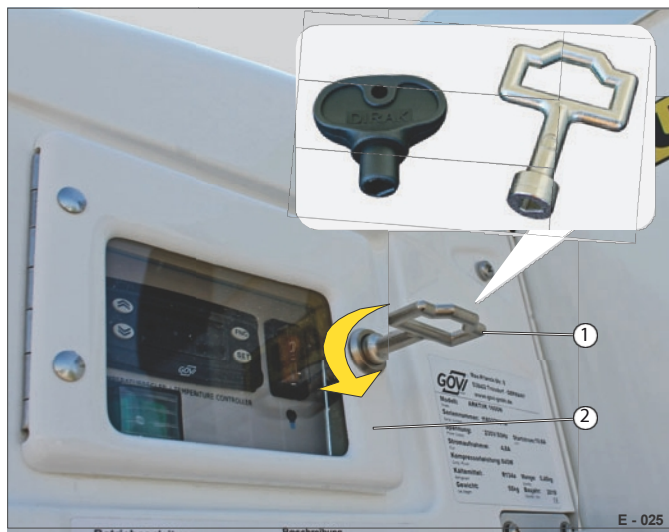

Fig. 25 Låse opp kontrollpanelet
Uvedkommende skal ikke ha direkte tilgang til kjøleaggregatets betjeningspanel! Betjeningspanelet må låses med beskyttelsesklaffen (Fig. 25/2) etter at kjøleaggregatet er slått av/på.
- Stikk stikknøkkelen (fig. 25/1) inn i hullet.